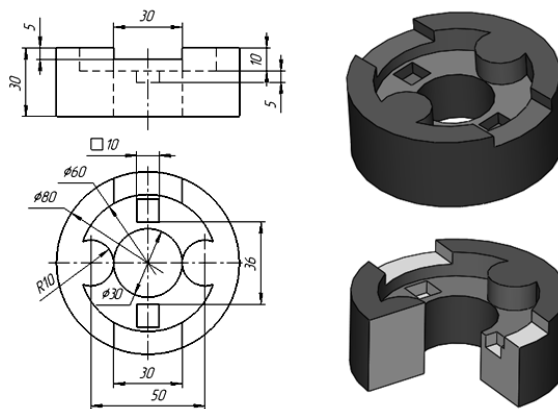

Рисунок 7.1 – Условие для выполнения лабораторной работы № 7
Задача работы: создать трехмерную модель детали (рисунок 7.1).
- 4 Откройте сохраненный документ трехмерной модели и выполните вырез четверти модели, используя команду *Вытянутый вырез* (см. рисунок 7.1).